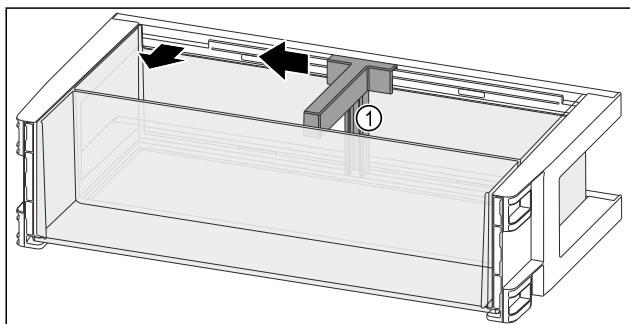

Fig. 130
- ▶ Držač za boce Fig. 130 (1) pogurnite do otvora na stranu.
- ▶ Izvadite držač za boce Fig. 130 (1).